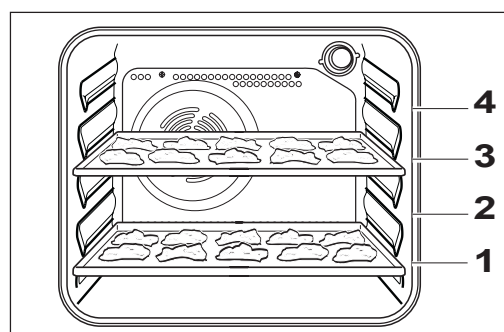

Fig. 10
-  Se desiderate cuocere due pietanze allo stesso tempo (vedi tabelle di cottura), vi consigliamo di selezionare la funzione di cottura ventilata e di utilizzare la prima e la terza guida dal basso (vedi Fig. 10). Se invece usate il forno per una sola cottura, scegliete le guide più basse, in modo da ottenere migliori risultati.